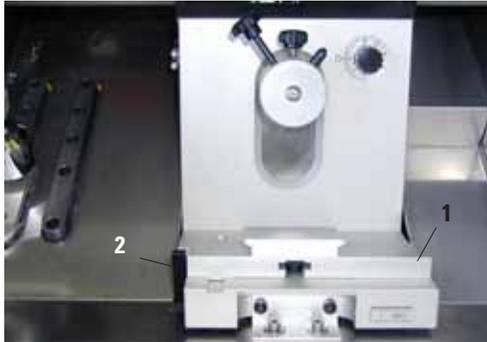

Fig. 1
1. Montar la base portacuchillas (1) (ver Fig. 1).
2. Sujetar la palanca (2) girándola en el sentido de las agujas del reloj.